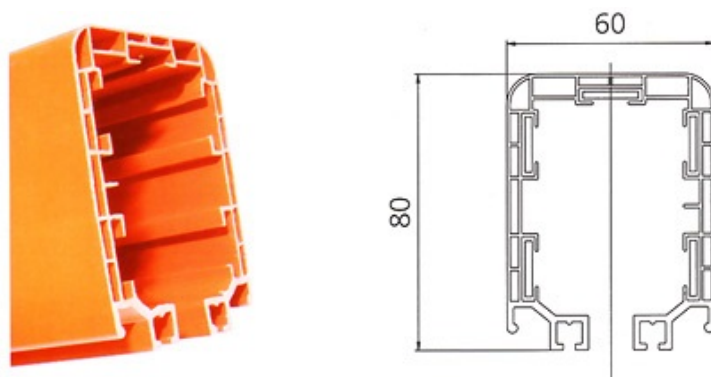

Рисунок 2 - Общй вид профиля.
3.1. Характеристика профиля с непрерывной медной полосой (см.рис. 2):